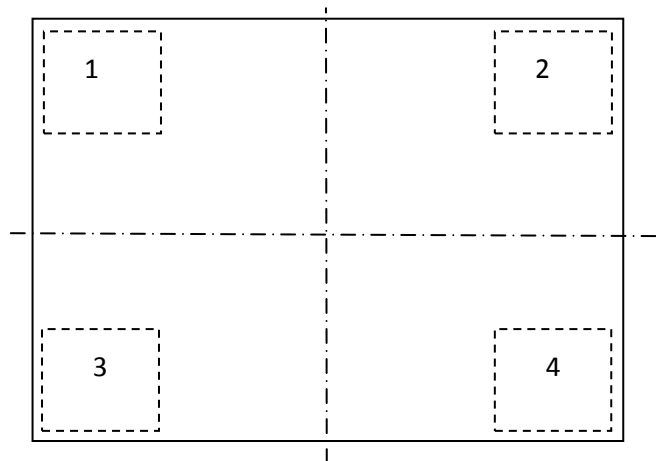

Рис. 1.1 - Места приложения нагрузки при юстировке углов модуля 4D\_
1.2.1.3 Разделить визуально платформу модуля на квадранты (см. Рис. 1.1).
1.2.1.4 Установить гири в угол (см. Рис. 1.1).